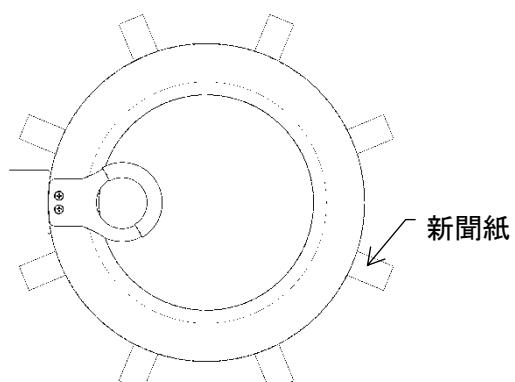

図 11-31
- その紙を(図 11-31)の様にドアパッキンとドア口金の間に挟み、ドアを閉めます。この時、水分は十分拭取られ、しばらくドアを開放し乾燥されていなくてはなりません。